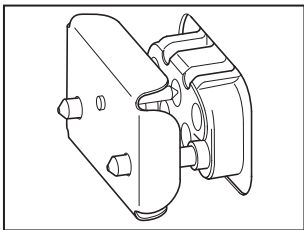

Fig. 1
- Laat de inductieplaat afkoelen alvorens deze voor reiniging te verwijderen. Wanneer de inductieplaat uit de oven is verwijderd, dient u het meegeleverde klepje van het stopcontact te gebruiken om te voorkomen dat vuil in het stopcontact kan binnendringen (Fig. 1).